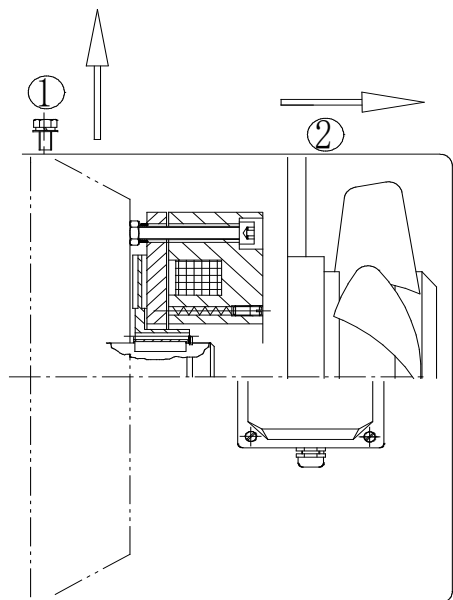

图 9.3-9a
- (1) 如图 9.3-9a, 旋下轴流风机紧固螺钉①, 取下轴流风机②;